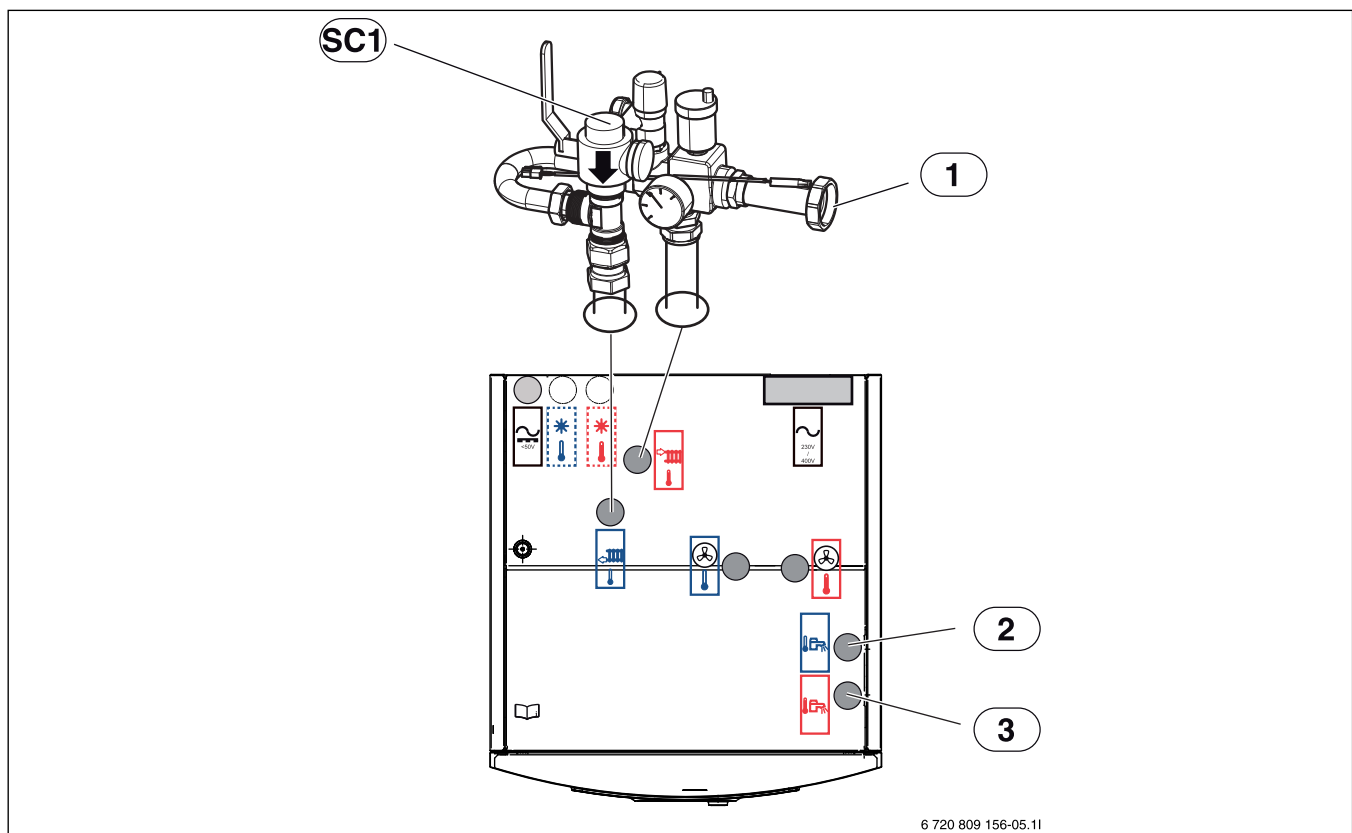

Рис. 9 Подключения внутреннего блока к отопительной системе и горячей воде
- ▶ Подключите насос отопительного контура отопительной системы к [1], рис. 9.
- ▶ Подсоедините обратную линию отопительного контура к фильтру [SC1], рис. 9.
- ▶ Подключите холодную воду к [2], рис. 9.
- ▶ Подключите горячую воду к [3], рис. 9.